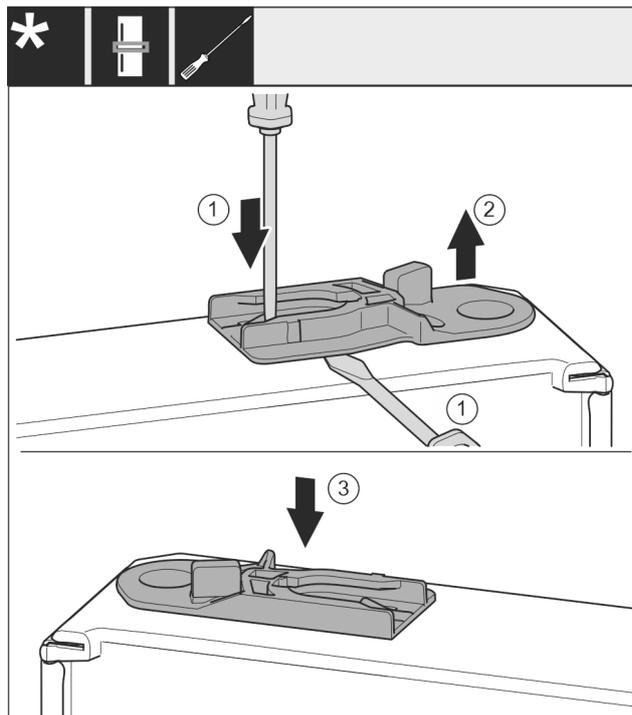

Fig. 38
- ▶ Scoateți bucșa de ghidaj: Apăsați eclisa cu șurubelnița plată și deplasați concomitent cu șurubelnița plată sub bucșa de ghidaj. Fig. 38 (1, 2)
- ▶ Împingeți bucșa de ghidaj atașată în pachetul de livrare pe altă parte a carcusei. Fig. 38 (3)